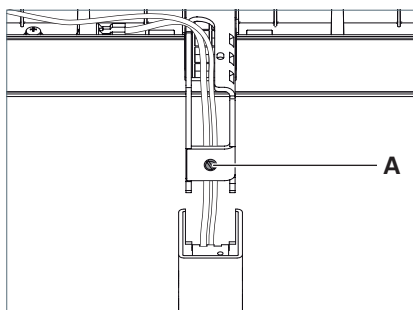

Fig. 16: Ajuster la tête du luminaire.
- Pour soulever un peu la tête du luminaire, tournez la vis de réglage **A** d'un tour dans le sens inverse des aiguilles d'une montre, voir Fig. 16.